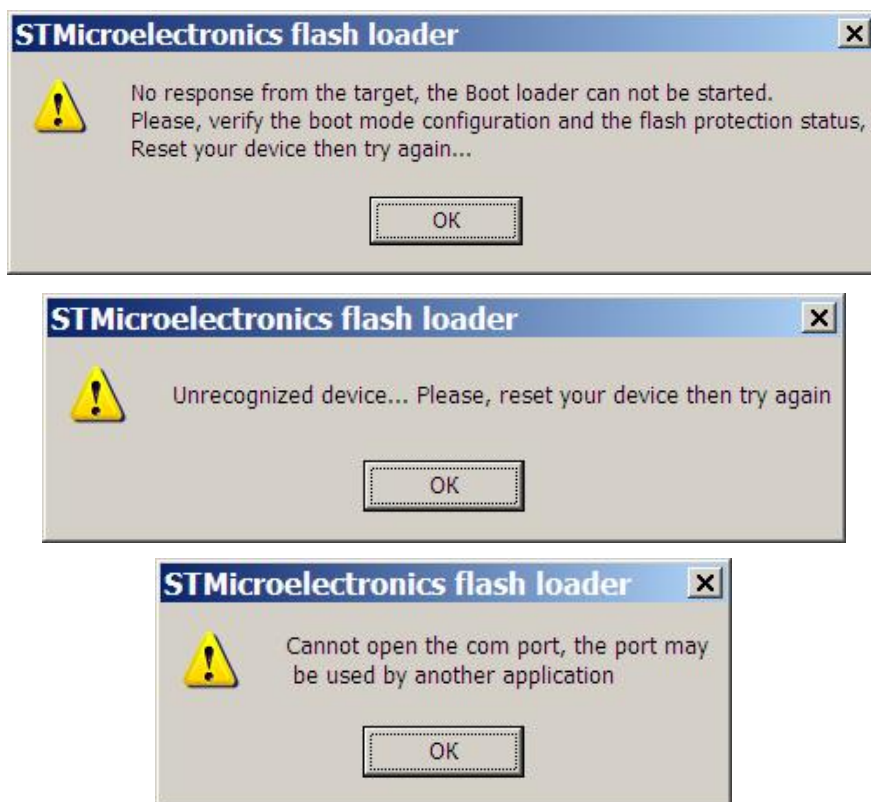

Рисунок 6.3 – Ошибки при подключении
6.1.14 Ошибки при подключении (см. рисунок 6.3):